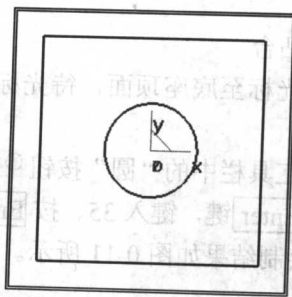

图 0-5 圆的绘制
- ④ 单击工具栏中的“圆”按钮，确认立即菜单中的选项为“圆心_半径”，拾取坐标原点为圆心，单击左键，拖拽光标向外移动，按 **Enter** 键，在屏幕中央出现的数据输入框中键入 25，则出现 R25 的圆，绘制结果如图 0-5 所示。